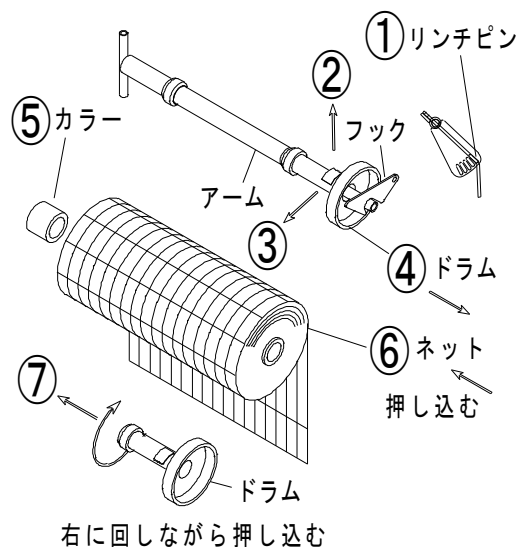
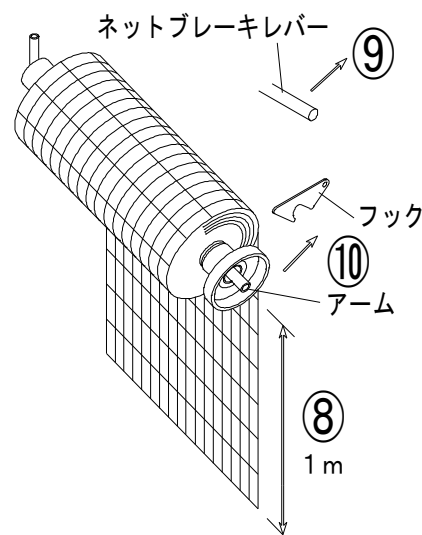

図1
図2
2. ①リンチピンを外して、ブレーキを解除してください。
3. フックを②方向に持ち上げ、アームを③方向に引き出し、④ドラムを矢印の方向（手前）に抜き出してください。
4. アームに⑤カラーを入れてください。
5. アームに⑥ネットを巻き方向に注意し図1のように差し込んでください。
6. アームにドラムを⑦ 右に回しながら押し込んでください。
7. ネットを図2のように⑧1m程度引き出してください。
8. 図2のようにネットブレーキレバーを⑨ 解除方向へ押しながら、⑩アームを戻し、フックで固定してください。